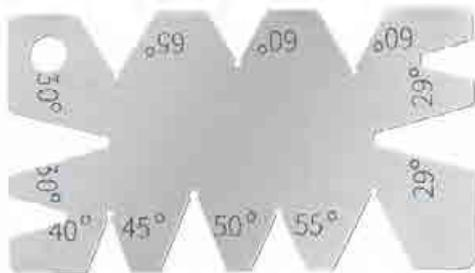

图 7-3 角度样板
(1) 对中心高。安装三角形螺纹车刀时，应先将刀尖对准工件中心。由于刀尖不能直接接触工件，因此可将刀尖与顶尖对齐。
(2) 对刀柄。对好中心高后，为保证刀尖角的对称中心线与工件轴线垂直，可用角度样板（见图 7-3）来对刀柄。